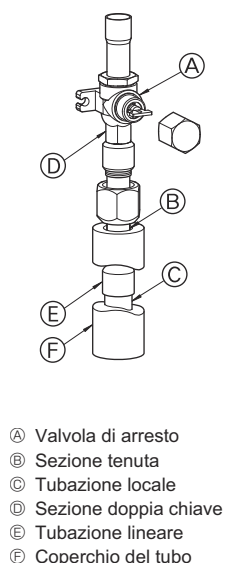
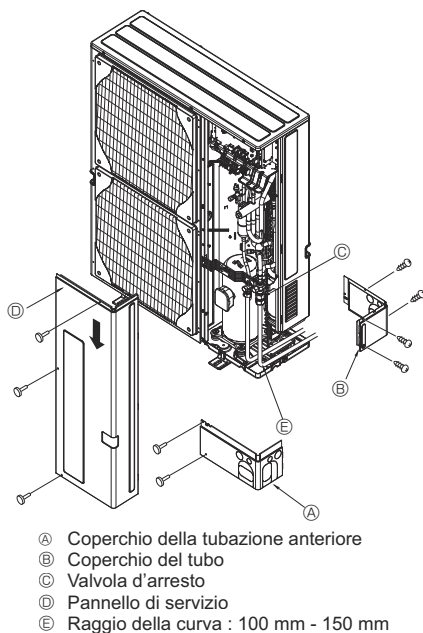

Fig. 4-3
Fig. 4-4
- Per il collegamento delle tubazioni lato gas, procedere nel modo seguente. (Fig. 4-3) (SHW230)
- Brasare la tubazione lineare (E) per l'unità esterna con materiale di brasatura da procurarsi e la tubazione locale (C) senza ossigeno.
- Collegare la tubazione lineare (E) alla valvola di arresto lato gas. Serrare il dado svasato con due chiavi.
4.3. Tubazione del refrigerante (Fig. 4-4)